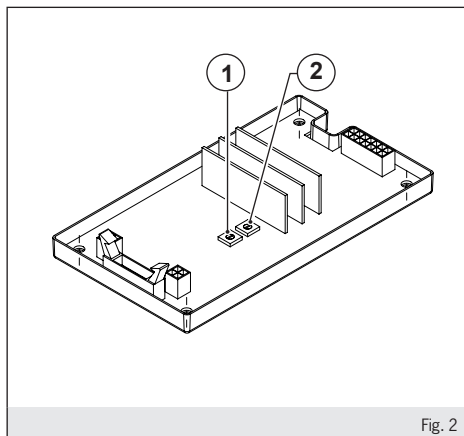
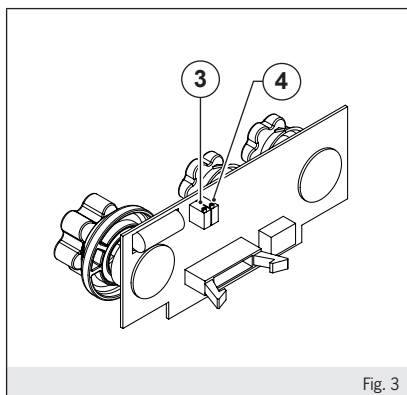

Fig. 2
Fig. 3
La macchina dispone all'interno di una scheda elettronica (fig.2) e potenziometri di regolazione (fig.3) per garantire le prestazioni in corrente e tensione.
- fig.2 - trimmer (1): Regolazione corrente massima di saldatura;
- fig.2 - trimmer (2): Regolazione corrente minima di saldatura;
- fig.3 - trimmer (3): Regolazione corrente di Jump-start;
- fig.3 - trimmer (4): Regolazione tensione di Jump-start.
The machine has inside an electronic regulator (fig.2) and adjustment potentiometers (fig.3) to guarantee the performances in current and voltage.
- fig.2 - trimmer (1): Maximum welding current setting;
- fig.2 - trimmer (2): Minimum welding current setting;
- fig.3 - trimmer (3): Jump-start current setting;
- fig.3 - trimmer (4): Jump-start voltage setting.
La machine dispose à l'intérieur une régulateur électronique (fig.2) et des potentiomètres de réglage (fig.3) pour garantir les performances en courant et tension.
- fig.2 - trimmer (1): régulation maxime courante de soudure;
- fig.2 - trimmer (2): régulation minimum courante de soudure;
- fig.3 - trimmer (3): régulation courante de Jump-start;
- fig.3 - trimmer (4): régulation tension de Jump-start.
una tarjeta electrónica (fig.2) y
potenciómetros de ajuste (fig.3)
- fig.2 - trimmer (1): Regulación
- fig.2 - trimmer (2): Regulación
- fig.3 - trimmer (3): Regulación
- fig.3 - trimmer (4): Regulación